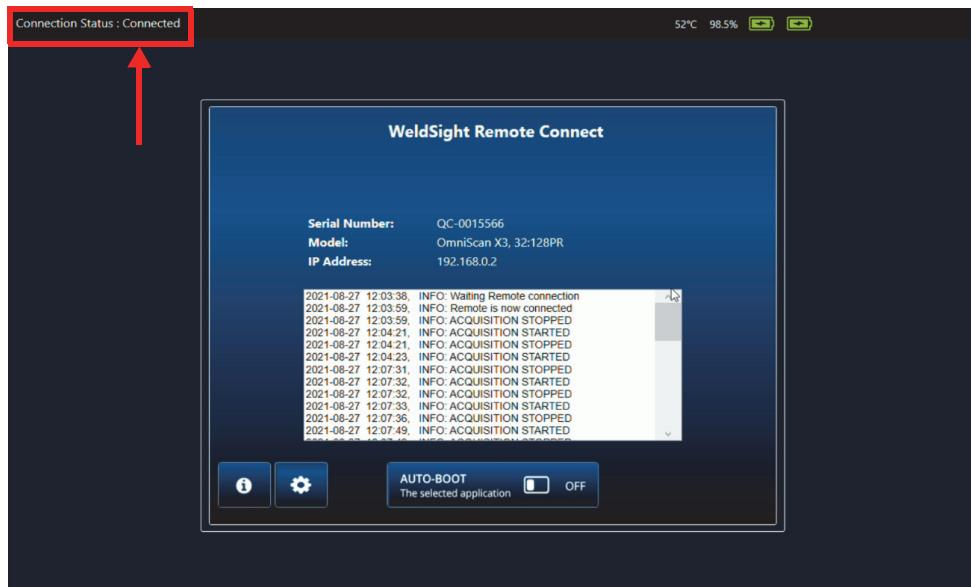

Рис. 7-6 Статус подключения – Подключено
7. Если все настроено правильно, статус в WeldSight Remote Connect должен измениться с **Ready** (Готово) на **Connected** [Подключено] (Рис. 7-6 на стр. 85).